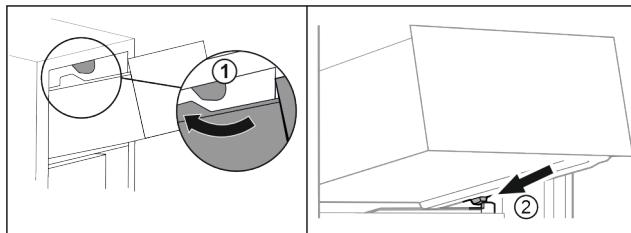

Fig. 23
- Prevedťte zásuvku okolo horných zarážok. Fig. 23 (1)
- Nasadťte zásuvku šikmo za dolnými zarážkami na rebro nádoby. Fig. 23 (2)